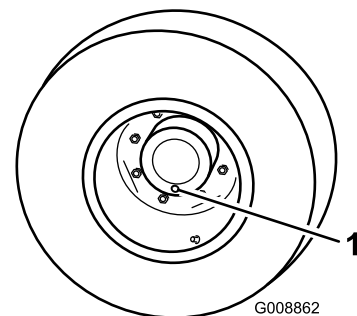

Figura 62
1. Con la macchina parcheggiata su una superficie piana, posizionate la ruota in modo che un tappo di controllo si trovi nella posizione inferiore (ore 6) (Figura 62).